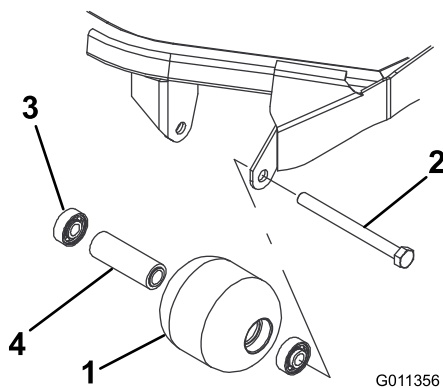

Bild 68
1. Entfernen Sie die Rollenbefestigungsschraube (Bild 68).
4. Prüfen Sie das Rollengehäuse, die Lager und das Distanzstück auf Beschädigungen (Bild 68).
1. Drücken Sie das erste Lager in das Rollengehäuse (Bild 68). Drücken Sie dabei nur auf den äußeren Ring oder gleichmäßig auf die inneren und äußeren Ringe.
2. Setzen Sie ein Distanzstück ein (Bild 68).
3. Drücken Sie das zweite Lager in das Rollengehäuse (Bild 68). Pressen Sie dabei gleichmäßig auf den inneren und den äußeren Ring, bis der innere Ring das Distanzstück berührt.